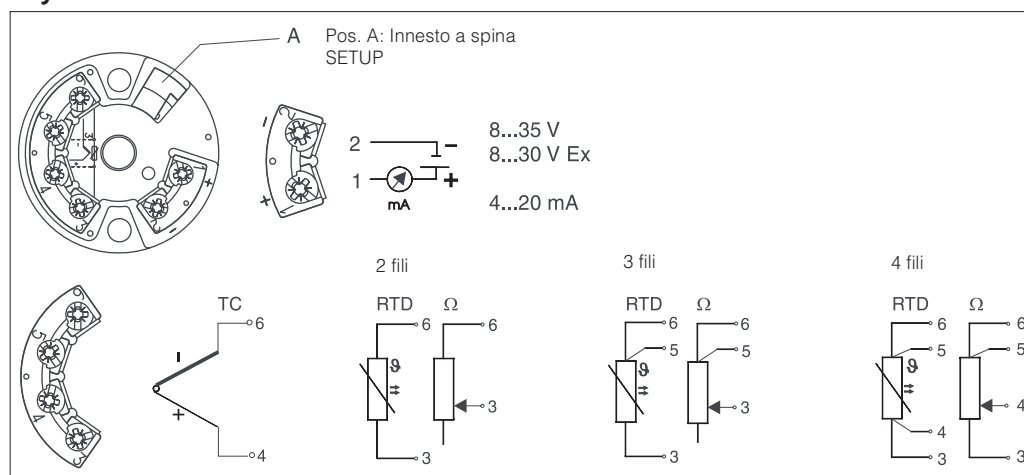

Fig. 5.1: Cablaggio del trasmettitore da testa
Connettere i cavi del sensore alle rispettive morsettiere del trasmettitore da testa (Terminale 3 sino a 6) seguendo lo schema di cablaggio (vedere fig. 5.1).
- **Segnale in uscita ed alimentazione:** Togliere il pressacavo PG posto sul trasmettitore da testa o sulla custodia da campo. Introdurre il cavo nel foro, attraverso il pressacavo PG e quindi collegare i fili ai terminali 1 e 2 secondo lo schema di cablaggio (v. fig. 5.1).
Spostare l'aletta posta sull'innesto a spina. (Fig. 5.1, Pos. A) e collegare il cavo di connessione SETUP.